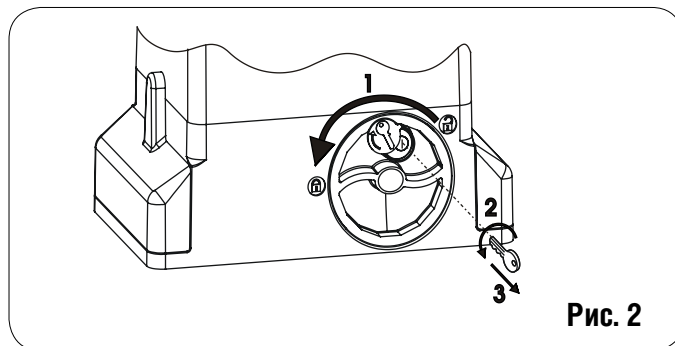

Рис. 2
- 2) Повернуть ключ против часовой стрелки и вынуть из замка, рис. 2 пункты 2 и 3.